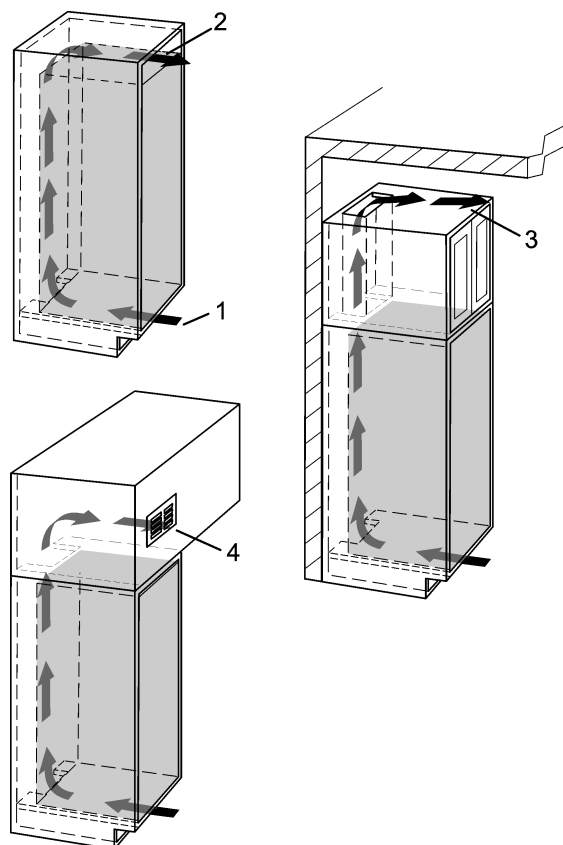

Fig. 1
- Debe haber disponible una sección de ventilación adecuada de al menos 31 pulg² (200 cm²) en la toma de aire Fig. 1 (1) y la toma de aire Fig. 1 (2).
- En lugar de montar la sección de ventilación superior directamente sobre el aparato Fig. 1 (2), se puede instalar cerca del techo sobre un armario Fig. 1 (3) o como rejilla para la salida del aire en un falso techo Fig. 1 (4).